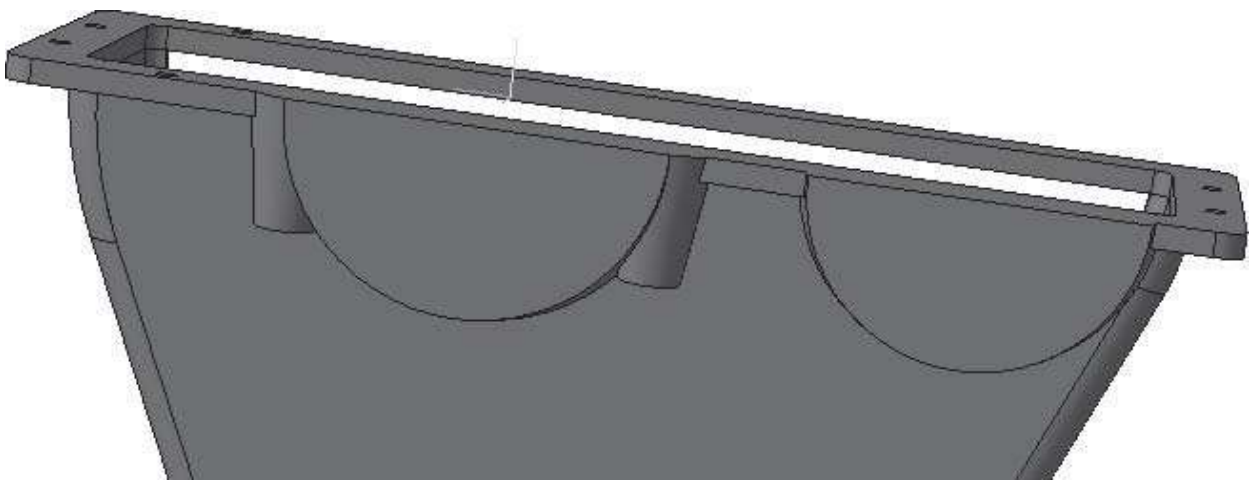

Рисунок 6.9 – Бобишки
16. По двох побудованих ескізах створіть операцію по перерізах, в результаті вийде перша бобишка з боку веденого вала. Щоб створити другу таку ж бобишку (рис. 6.9), дзеркально відобразіть її відносно площини XU . Для цього використовуйте команду *Дзеркальний масив* панелі *Редагування деталі*, після виклику якої спочатку виділіть в дереві побудови площину симетрії, а потім об'єкт для копіювання - *Операцію по перетинах*, що сформувала першу бобишку. Для створення дзеркальної копії натисніть кнопку *Створити об'єкт*.